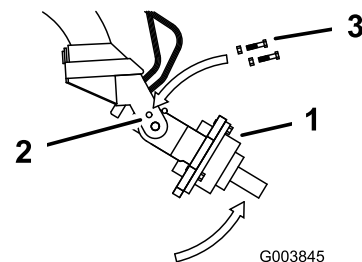

Bild 1
2. Drehen Sie den Antriebskopf des Erdbohrers von Hand nach oben, bis Sie zwei Schrauben in die Löcher auf beiden Seiten der Wiegearme einsetzen können, um den Antriebskopf zu sichern. Sichern Sie jede Schraube mit einer Mutter (Bild 1).